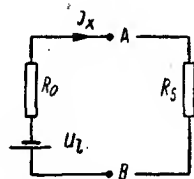

Bild 29
4. Jetzt hat man die Werte für die Ersatzspannungsquelle bestimmt und kann den gesuchten Strom I_x berechnen (Bild 29).